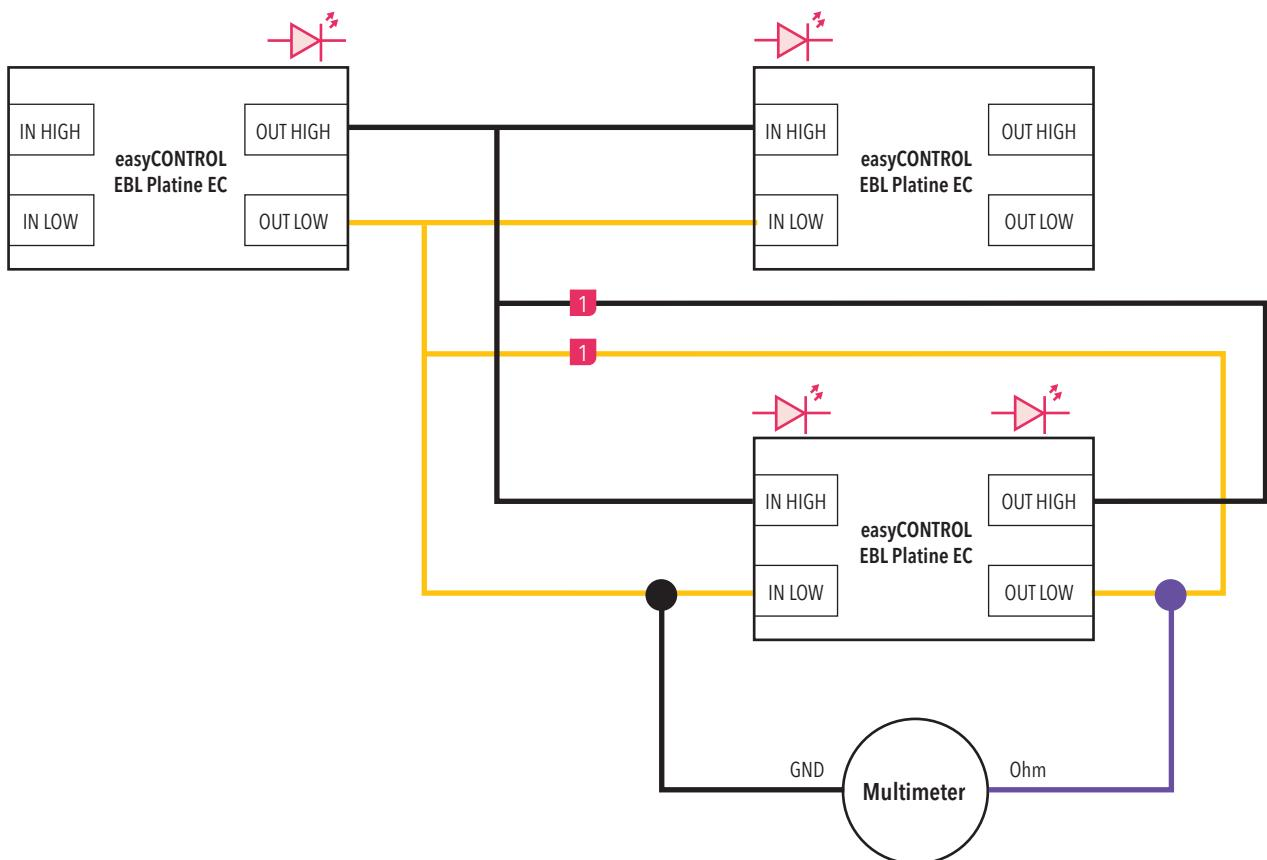

Abbildung 90. Messaufbau zur Fehlerbehebung des Ringschlusses über 1 Leuchte
Siehe Abbildung 90
2. Die Messleitungen mit den IN- und OUT Anschläßen einer Leuchte (wie in der *Abbildung 90* dargestellt) verbinden und den Widerstandswert messen.